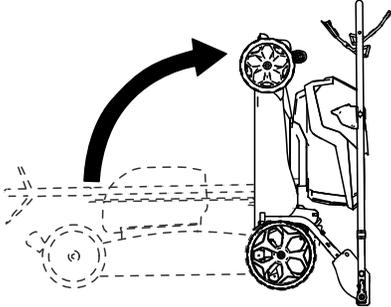

Figura 20
- Pliegue el manillar hacia adelante del todo, como se indica en la Figura 20.
- 6. Levante la parte delantera de la máquina con el manillar y llévela al lugar de almacenamiento (Figura 20).